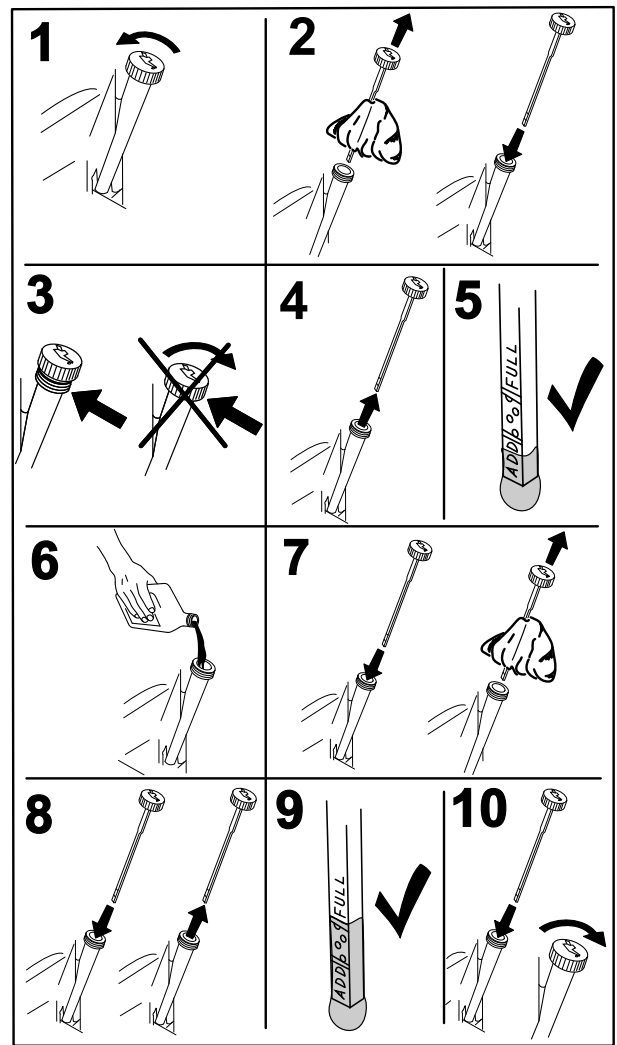

Figura 41
2. Pare el motor, retire la llave y espere a que se detengan todas las piezas en movimiento antes de abandonar el puesto del operador (Figura 41).